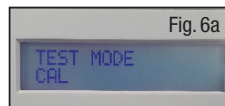

Fig. 6a
- a) raccordez le cordon d'alimentation à l'unité d'alimentation et à la prise de courant. Allumez l'unité d'alimentation tout en appuyant sur le bouton indiquant une flèche vers le bas. Une fois que l'unité d'alimentation a démarré, relâchez le bouton fléché vers le bas. Cela vous permet d'entrer dans le mode test. L'unité d'alimentation affichera « CAL MODE TEST » (Fig. 6a).